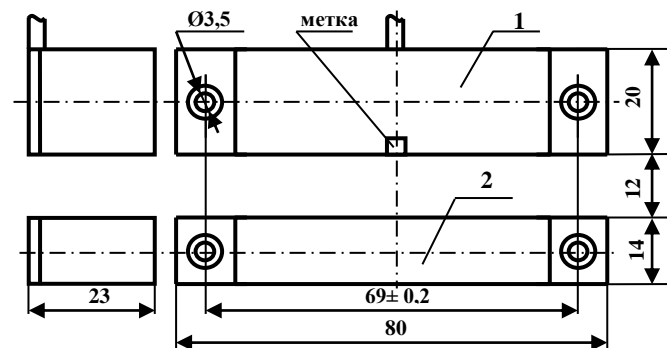

Рисунок 1
1.16 Габаритные, установочные и присоединительные размеры приведены на рис. 1.